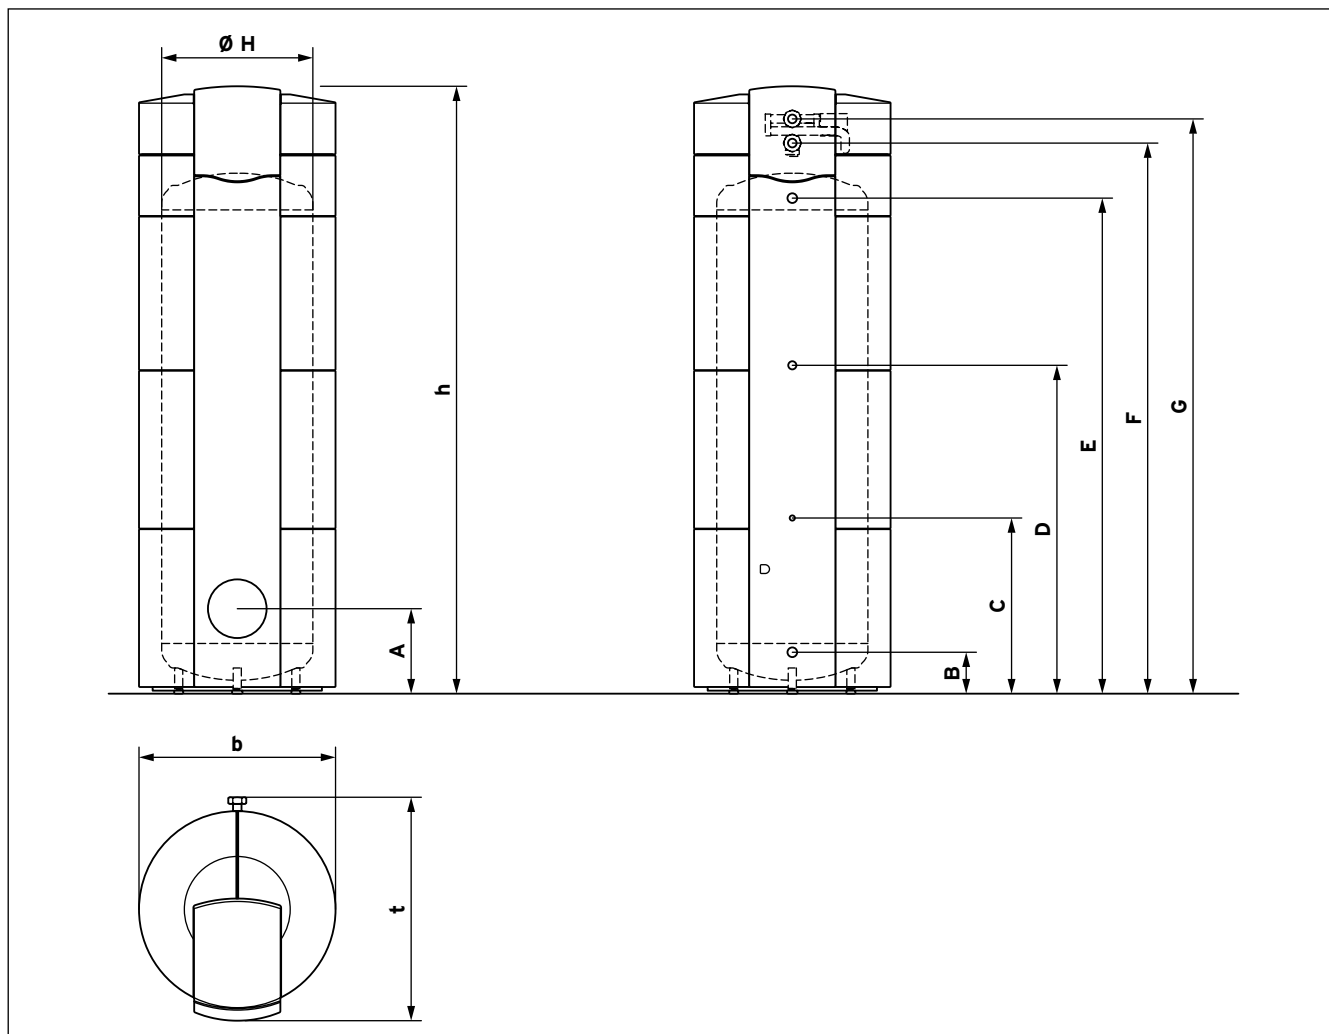

Fig. 5.6 Kedel- og tilslutningsdimensioner
- Se dimensioner for kedel og tilslutninger i fig. 5.6 og i tabel 5.1.